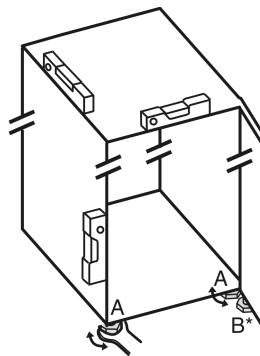

Fig. 4
- ▶ Išsukite reguliavimo kojeles Fig. 4 (A) pridedamu veržliarakčiu ir naudodami gulsčiuką, kol prietaisas stovės tvirtai ir lygiai.
- ▶ Išsukite reguliavimo kojelę Fig. 4 (B) atraminėje gembėje, naudodami pridedamą veržliaraktį, kol ji priglus prie žemės.
- ▶ Pasukite reguliavimo kojelę Fig. 4 (B) dar 90°.